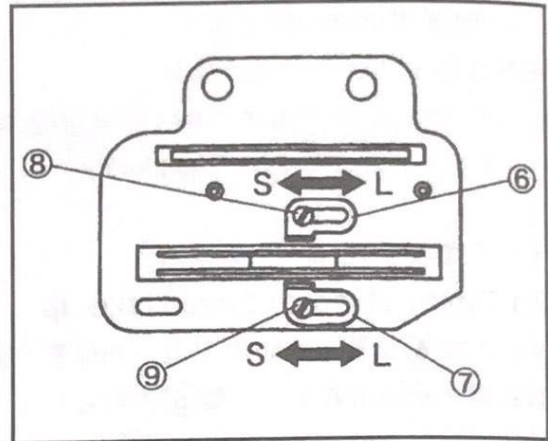

Fig.43
底線過線片⑥和⑦標準位置為最右邊。放鬆螺絲⑧和⑨左右移動去調整。(Fig.43)